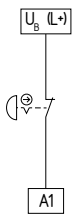

Fig. 5
**Circuito per arresto di emergenza a un canale con dispositivi di comando secondo EN ISO 13850 e EN 60947-5-5 (vedere Fig. 5)**